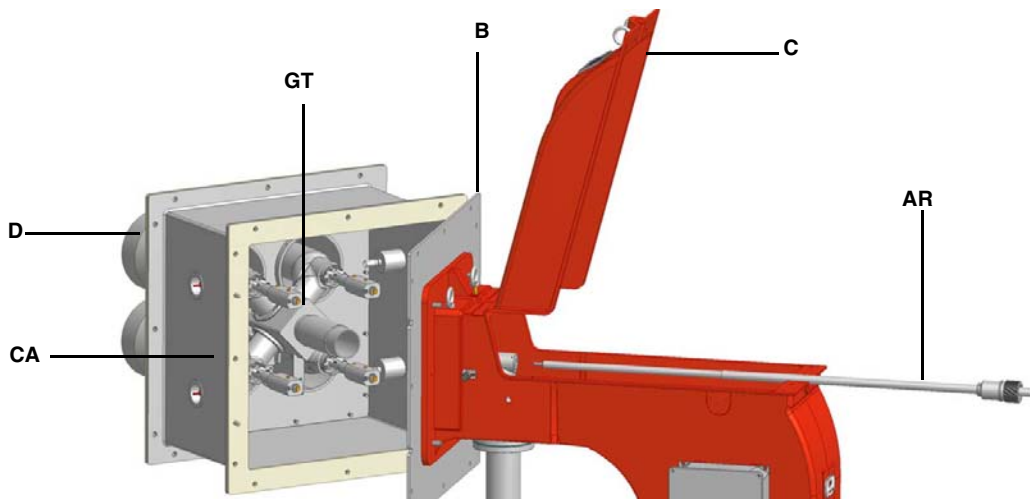

Рис. 24
- Демонтировать, проверить и почистить головку сгорания (Рис. 24);